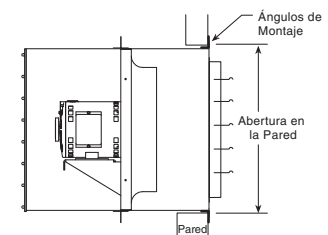

Figura 9 — Instalación de Carcasa de Pared
8) o la carcasa de pared (Figura 9) proporcionan un medio cómodo de montar ventiladores de pared lateral.